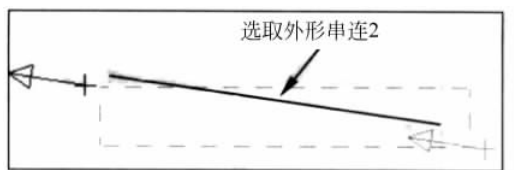

图 5-118 选择串联外形轮廓
(1) 单击“2D 刀具路径”操作栏上的“外形铣削”按钮 , 或选择“刀具路径”→“外形铣削”命令, 系统提示选择串连外形, 然后根据图 5-118 所示选择外形轮廓, 单击串连选择对话框中的“确定”按钮, 结束串连选择。
(2) 系统弹出“外形(2D)”对话框, 单击选择库中“刀具”按钮系统弹出“定义刀具”对话框。在“刀具型式”选项卡中选择刀具类型为“倒角刀”。